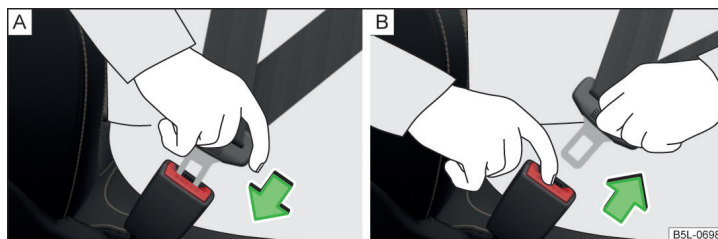

Fig. 6 Fixarea sau desfacerea centurii de siguranță
- » Introduceți clema de fixare în catarama aferentă a centurii de siguranță » fig. 6 - A până când se fixează cu un declic.
» fig. 6 - , limba centurii sare afară.